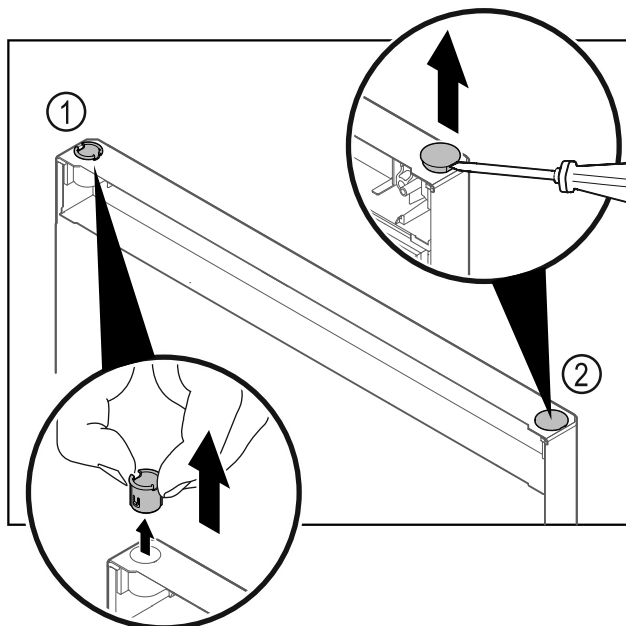

Fig. 15
- ▶ Pušo tečaja Fig. 15 (1) snemite s prsti.
- ▶ S ploščatim izvijačem previdno dvignite krovni čep Fig. 15 (2) in ga izvlecite.